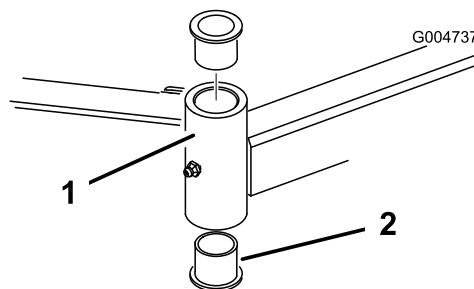

Figura 88
4. Inserte un botador fino en la parte superior o inferior del tubo de montaje y dé golpes hasta retirar el casquillo del tubo (Figura 88). Retire también el otro casquillo del tubo. Limpie el interior de los tubos para eliminar toda suciedad.